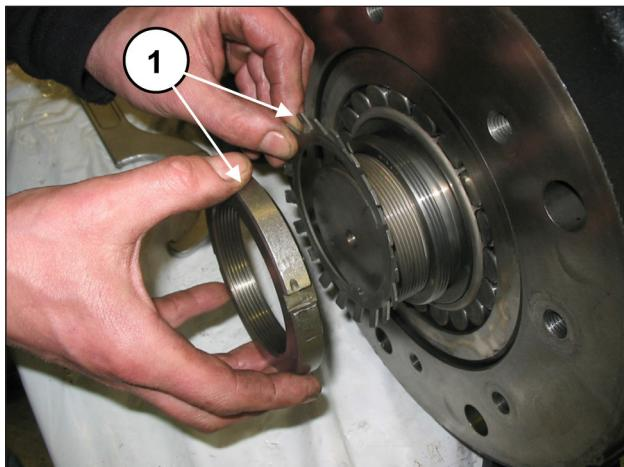

Abb. 18
Lösen Sie mit einem geeigneten Schlüssel die Nutmutter (Pos. ①, Abb. 17) und entfernen Sie dann Nutmutter sowie Sicherungsscheibe (Pos. ①, Abb. 18).